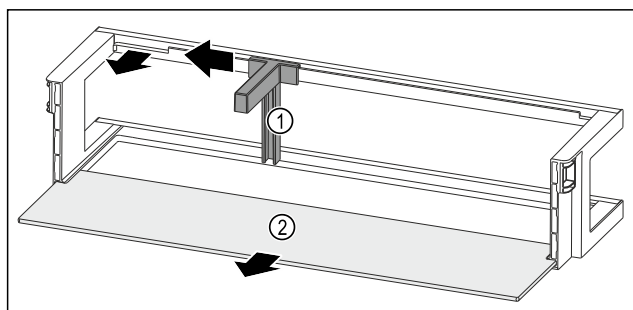

Fig. 199 Dveřní přihrádka s držákem lahví a odkládací plochou
- ▶ Držák lahví Fig. 199 (1) posuňte na stranu až k vybrání.
- ▶ Držák lahví Fig. 199 (1) odeberte.
- ▶ Odkládací plochu Fig. 199 (2) odeberte.